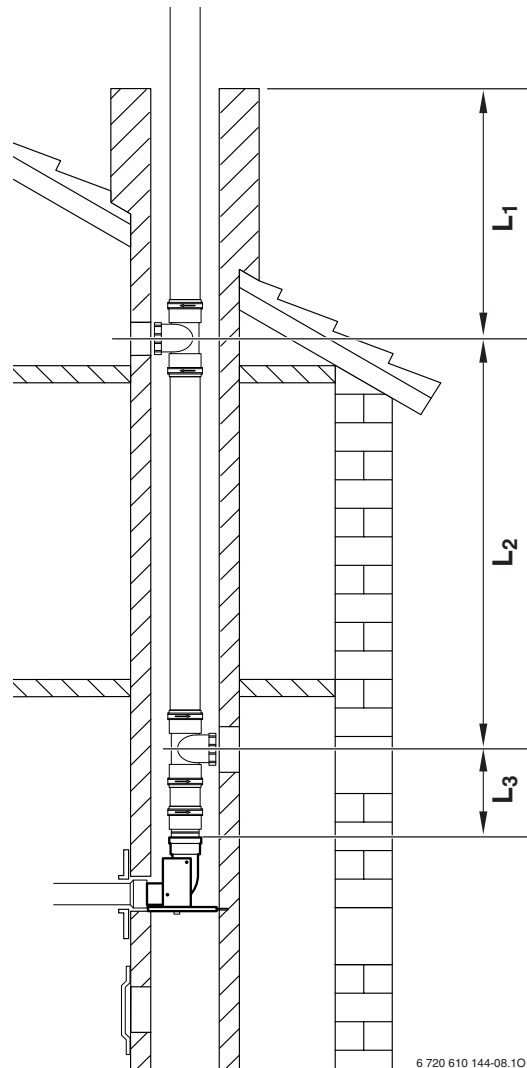

Bild 14
- ▶ Entsprechend der geforderten Prüföffnungen die Maße  $L_1$  bis  $L_3$  bestimmen (Bild 14).